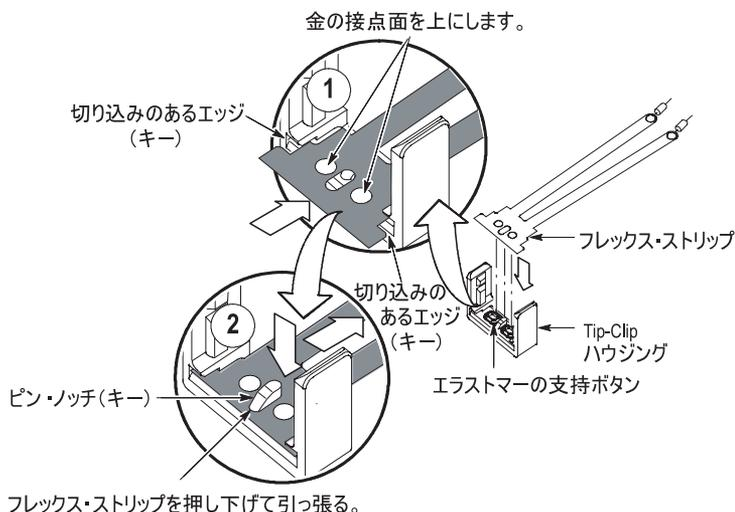

図 19 : フレックス・ストリップの再取り付け
1. 2つのエラストマー支持ボタンが Tip-Clip ハウジングに配置されていることを確認します。図 19 の 1 に示すように、フレックス・ストリップと Tip-Clip ハウジングを置きます。